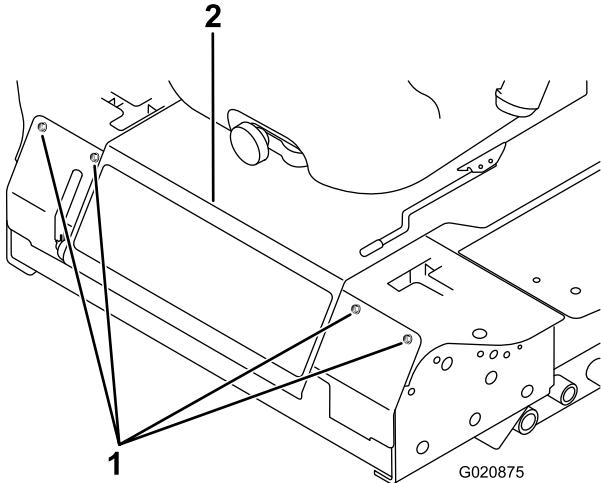

Figura 53
2. Retire os parafusos que fixam o painel dianteiro e retire o painel (Figura 53).